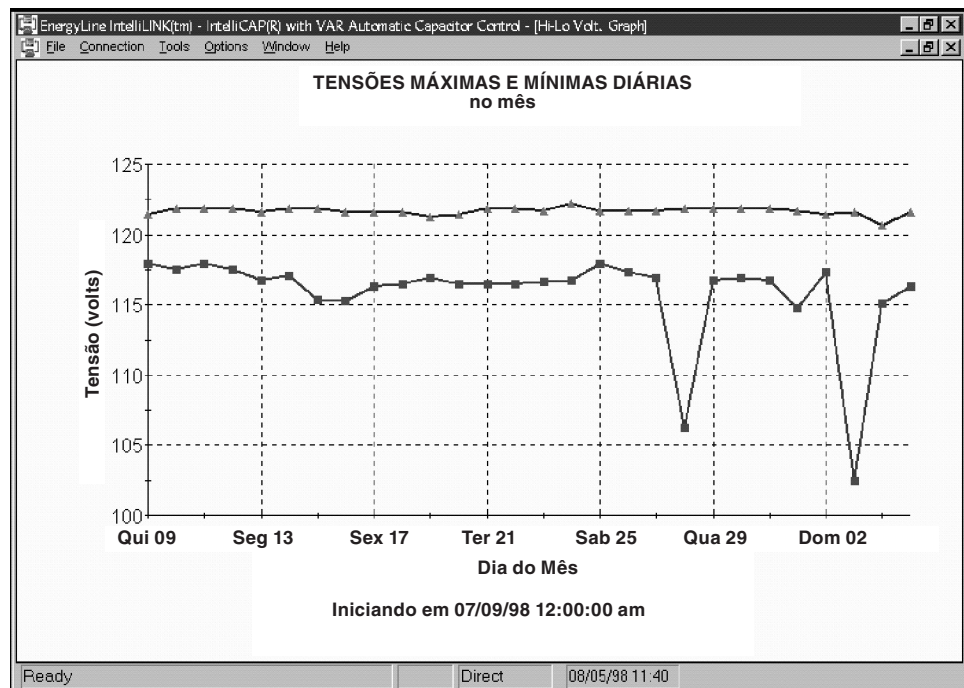

Figura 9. Uma das telas *GRÁFICOS DE DADOS: Estatísticas Diárias*.
PASSO 3. Na tela *GRÁFICOS DE DADOS: Menu de Estatísticas Diárias para o Último Mês*, clique no botão correspondente ao tipo de dados a serem visualizados. O Software IntelliLink lê os dados apropriados do controlador e apresenta um gráfico em uma janela separada. Ver Figura 9.